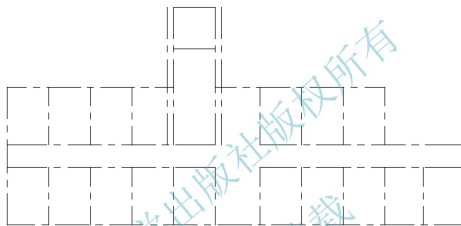

图 2.35 偏移生成 1/4 和 1/6 轴线
(1) 执行【偏移】命令，将5轴线向左偏移600mm，6轴线向右偏移600mm，形成1/4和1/6轴线，结果如图2.35所示。